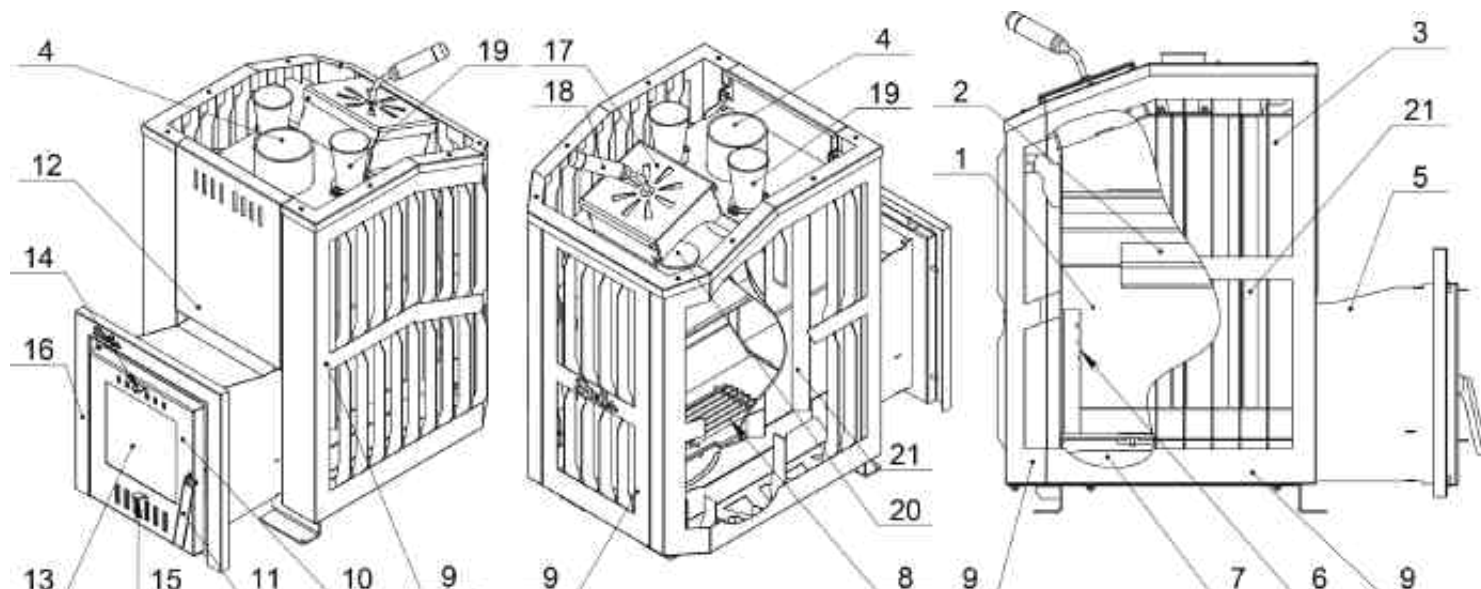
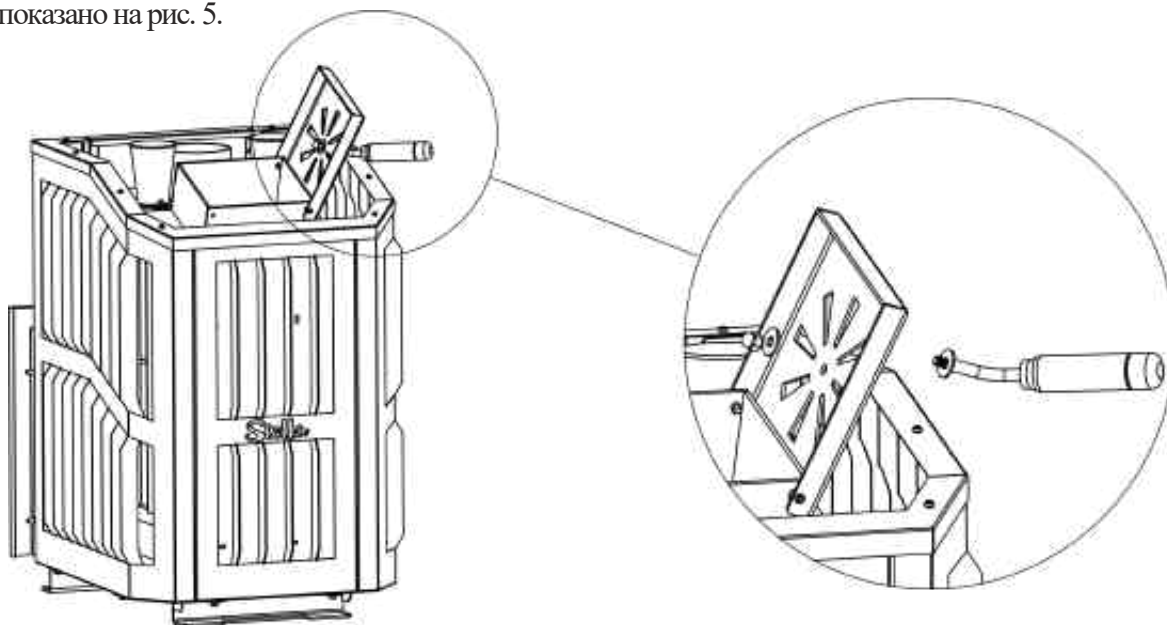

Рис. 1 Устройство печи STELLA
Рис. 5 Установка ручки на дверь каменки
Конструкция печи состоит из следующих узлов: топка, съемные экраны-сетки (рис.1 поз.9), удлиненный топливный канал (рис.1 поз.5), загрузочная дверца (рис.1 поз.10) с регулировкой подачи первичного
воздуха и системой «Чистое стекло» (рис.1 поз.14), сегментный (наборный) колосник (рис.1 поз.8), закрытая каменка (рис.1 поз.3) с дверцей (рис.1 поз.17) и системой подачи воды (рис.1 поз.19), и выдвижной зольный ящик (рис.1 поз.7).
В верхней части камеры сгорания расположен горизонтальный отбойник пламени (рис.1 поз.2), который направляет газопламенный поток в область вторичного дожигания, а затем в дымовой коллектор для более интенсивного прогрева камней. Размер камеры позволяет полностью обеспечить сгорание летучих углеводородов, выделяющихся при горении дров в размере 35-56 % от общего весового состава топлива.
Сверху, для удобства обслуживания печи в процессе эксплуатации, на куполе каменки находится лючок для прочистки (рис. 1 поз.20).
Печь оснащена закрытой каменкой (рис. 1 поз.3), которая дает ряд преимуществ:
Вторичный воздух в камеру сгорания подается через канал вторичного воздуха (рис.1 поз.6), который одновременно защищает заднюю стенку печи от перегрева.
Печь оснащена удлиненным топливным каналом (рис. 1 поз.5), что позволяет топить ее из смежного помещения. Печь комплектуется усиленной дверцей с жаропрочным стеклом. Дверца с жаропрочным стеклом, создает отличную обзорность горящего в топке пламени.
Печи **STELLA** оснащены конвекционными боковыми каналами (рис.1.2 поз.12) по обеим сторонам топки (рис. 1 поз.21), ускоряющими прогрев парного помещения.
6. Установите ручку с помощью гайки М8 и шайбы М8 (рис.1 поз.18) на дверцу внутренней каменки (рис.1 поз.17) как показано на рис. 5.